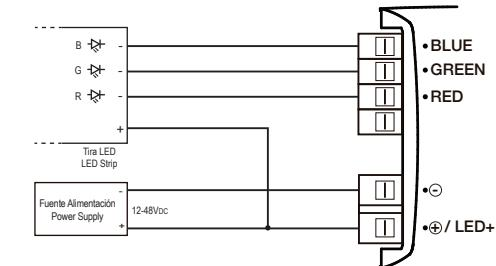

Fig. 4
- Abbildung 4: Für die Ansteuerung eines RGB LED-Streifen.
- Fig. 4: Control of 1 RGB LED Strip.
- Fig. 4: Control de 1 Tira LED RGB.